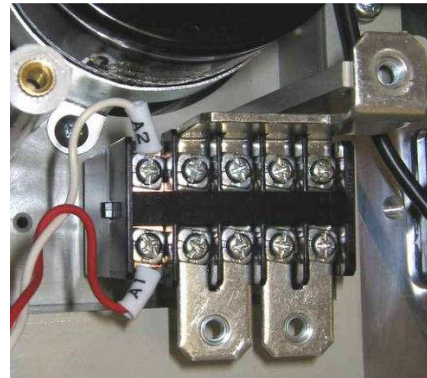

Рис.7.10
**7.7.4** Соединить наконечники А1 и А2 жгута «1» с одноименными контактами реле, вкрутив контактные винты (рис.7.10).